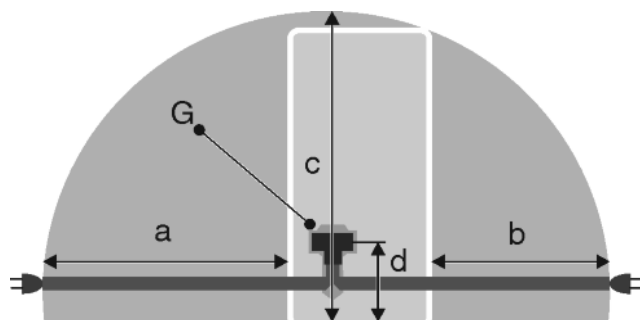

Fig. 43
- Zásuvka leží mimo oblast zadní stěny spotřebiče v dané oblasti Fig. 43 (a, b, c).
- Zástrčku spotřebiče Fig. 43 (G) zastrčte na zadní straně spotřebiče. Dávejte pozor na správné zaklesnutí.